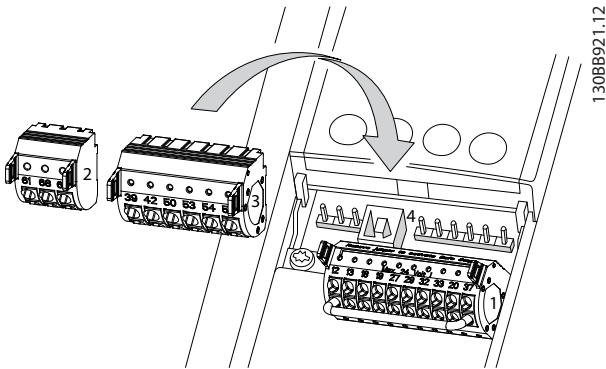
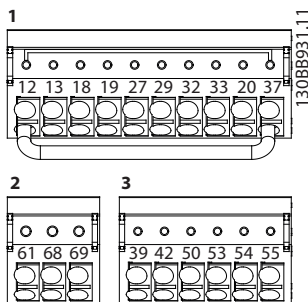

Abbildung 4.8 Anordnung der Steuerklemmen
Abbildung 4.9 Klemmennummern
- Ist der Frequenzumrichter an einen Thermistor angeschlossen, müssen die Thermistorsteuerleitungen abgeschirmt und verstärkt/zweifach isoliert sein. Wir empfehlen eine 24-VDC-Versorgungsspannung. Siehe *Abbildung 4.8*.
In *Abbildung 4.8* und *Abbildung 4.9* sind die entfernbaren Frequenzumrichteranschlüsse zu sehen. *Tabelle 4.2* fasst Klemmenfunktionen und Werkseinstellungen zusammen.